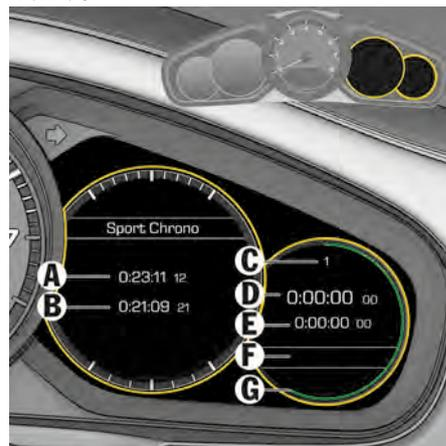

図. 168 インストルメント クラスターのストップウォッチ
- ➔ ラップカウンター **C**(図. 168) が 1 ラップずつ増えます。最速で終了したラップのタイムが最速ラップタイム **B** として保存されます。
- ➔ 中間タイム **D**(図. 168) は短時間表示され、保存されません。